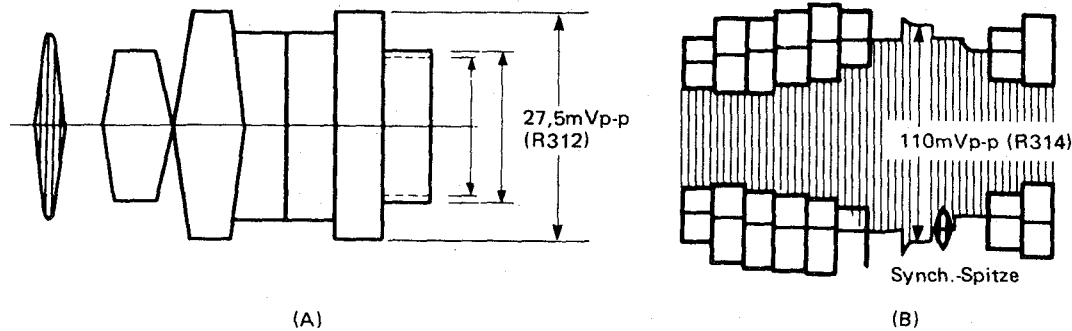

Abbildung 96.
- 3) Den R306 (Aufnahme-Balanz-Kontrolle) so einstellen, daß die zwei Kanäle gut balanziert sind, wie in Abb. 96-(A) gezeigt.
5. Den R314 (Aufnahme-FM-Stufen-Kontrolle) so einstellen, daß die in Schritt 3 – 2) erhaltenen Aufnahme-FM-Stufe 110 mVp-p sein wird, wie in Abb. 96-(B) gezeigt.
6. Den R312 (Aufnahme-Farb-Stufen-Kontrolle) so einstellen, daß die Berst-Stufe 27,5 mVp-p sein wird, wie in Abb. 96-(A) gezeigt.